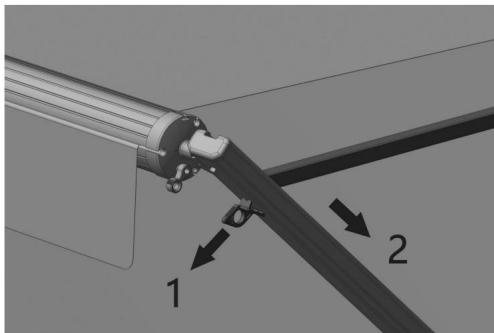

Figura D15
4.2.4 Tirare il fermo e spingere indietro l'asta interna lungo il braccio di supporto. (Figura D15)